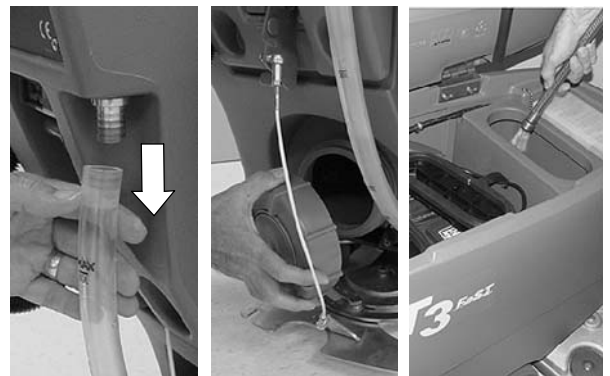

РИС. 40
3. Слейте бак раствора и промойте внутри водой температурой максимум 60°C (Рисунок 40).